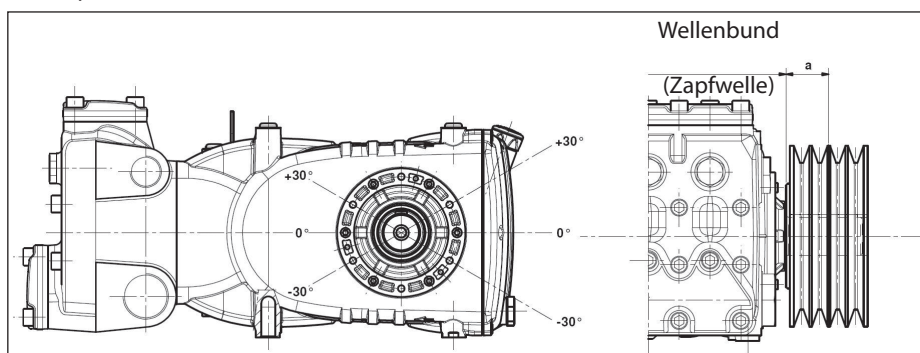

Abb. 10
Die radiale Belastung der Welle darf 7500 N (für die Definition der Anordnung erforderlicher Wert) nicht übersteigen. Der Antrieb gilt als richtig bemessen, wenn die Belastung bei einem maximalen Abstand  $a = 40 \text{ mm}$  vom Wellenbund (Zapfwelle) angewandt wird, siehe Abb. 10.
- b) Verwenden Sie Hochleistungsriemen - zum Beispiel **XPB** statt **SPB** - da hierbei weniger Riemen bei gleicher Leistungsübertragung benötigt werden und der Abstand zum Wellenbund (Zapfwelle) „a“ von Abb. 10.